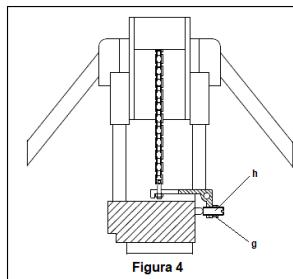

Figura 4
- Allentare il dado (g) (Figura 4).
- Regolare la vite (h) (Figura 4) iniziando a pompare con la maniglia fino a quando la pompa inizierà a sollevare il transpallet, mandando in tensione la catena.
- Con la catena in tensione, terminare la regolazione stringendo il dado (g) (Figura 4) che blocca la vite (h) (Figura 4).